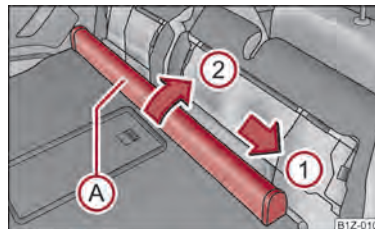

Fig. 65 Asientos traseros: Caja de la red divisoria del maletero
- Desplazar la caja de la red de separación del maletero (A) → fig. 65 en sentido de la flecha (1) y sacarla del alojamiento del asiento posterior en sentido de la flecha (2).